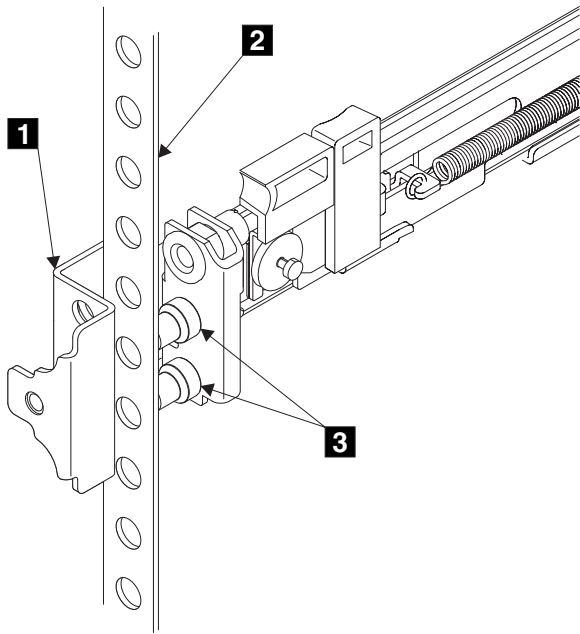

図 63. レールの前端の取り付け
6. 左レールの前面の端をラック・キャビネットにはめる。前部ブラケットの上部 **1** (86 ページの図 63) を、ラック上の必要な EIA マーキングに位置合わせします。